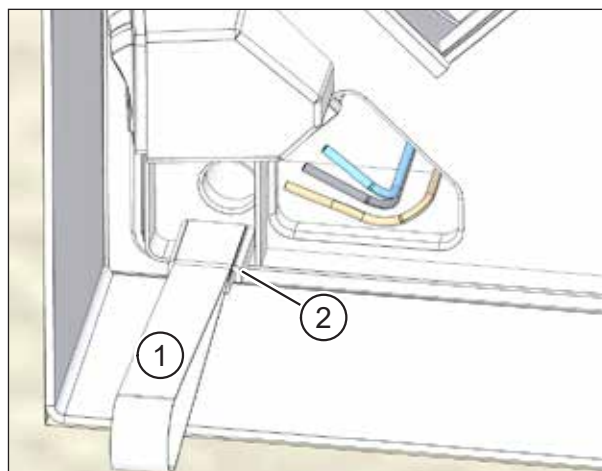

Abb. 42: Gerätedeckelauszugband ankleben
- ▶ Entnehmen Sie das Gerätedeckelauszugband (Pos. 1 in Abb. 42) aus dem Adapter-Kit U² (siehe Abschnitt 6.2.3 auf Seite 19).
- ▶ Kleben Sie das Gerätedeckelauszugband auf die Oberseite des linken Gerätedeckelhalters (Pos. 2 in Abb. 42).
Achten Sie bei der wandintegrierten Montage U² darauf, dass das Gerätedeckelauszugband (Pos. 1 in Abb. 42 auf Seite 38) unterhalb des Gerätedeckels herausragt.